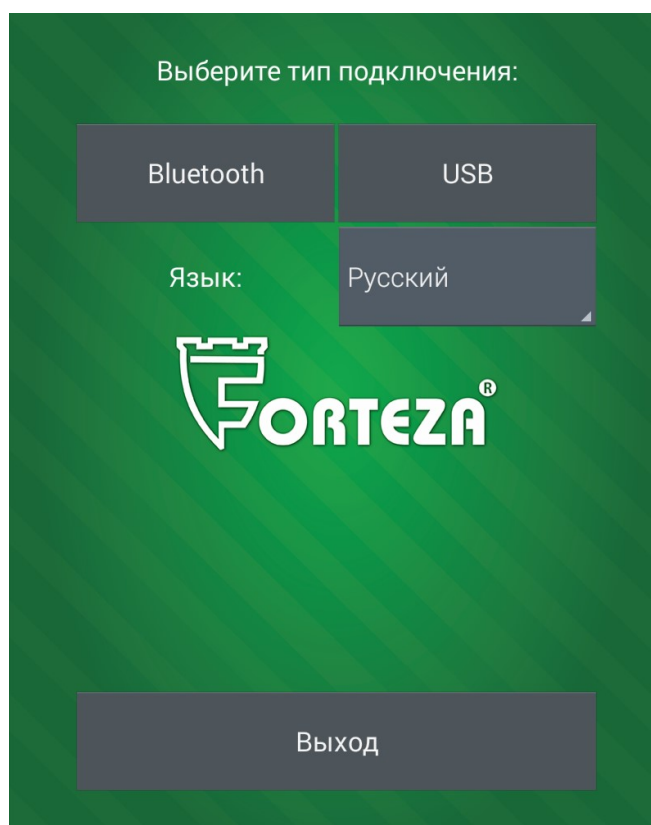
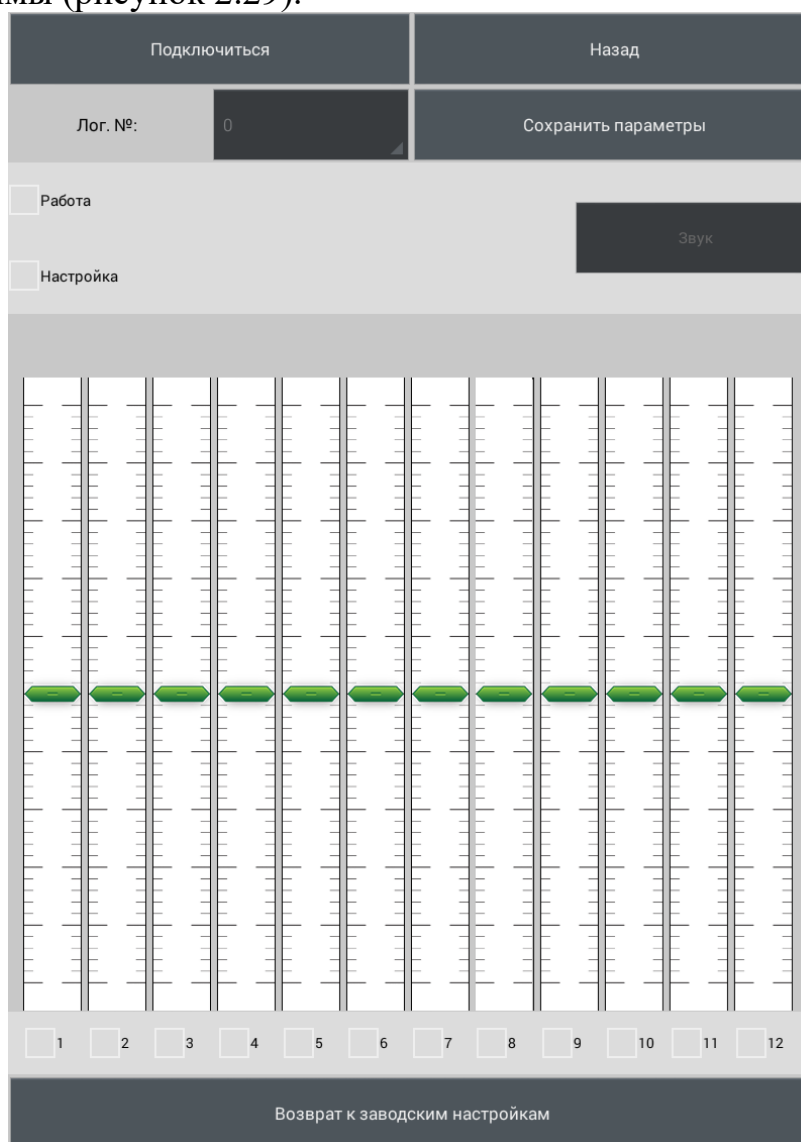

Рисунок 2.27
Рисунок 2.29
2.3.7.4.1.2 Запустить на Android устройстве программу «FM UNI» (рисунок 2.27).
2.3.7.4.5 Выбрать тип подключения «USB» (рисунок 2.27). Откроется окно программы (рисунок 2.29).
2.3.7.5.1 Запустить на Android устройстве программу «FM UNI» (рисунок 2.27).